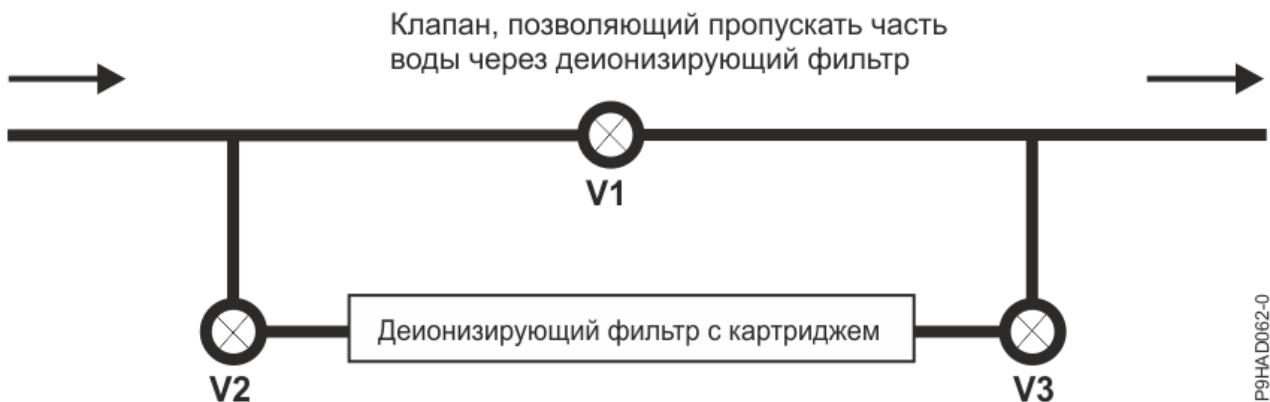

Рисунок 83. Деионизация воды с помощью деионизирующих картриджей, установленных в охлаждающем контуре
- Важно очистить воду системы перед добавлением в нее каких-либо химикатов. Этого можно достичь посредством деионизации воды с помощью деионизирующих картриджей, установленных в охлаждающий контур. Пример показан на Рисунок 83 на стр. 158. Даже если для заполнения системы используется деионизированная вода, этап деионизации полезен по двум причинам во-первых, он позволяет гарантировать деионизацию начальную воду, а во-вторых, он удаляет ионы, выщелоченные со стенок охлаждающего контура.